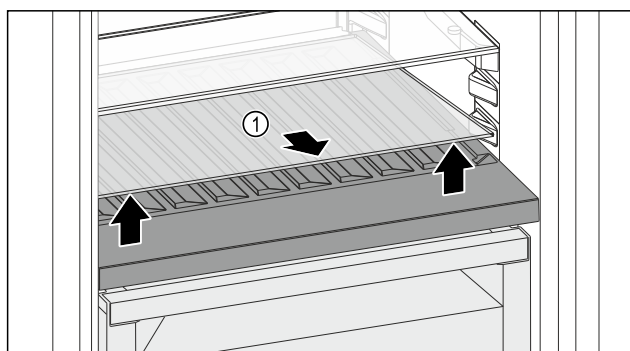

Fig. 96
- Løft glaspladen Fig. 96 (1) i udsparringen foran, og tag den ud.
- Opbevar glaspladen Fig. 96 (1) forsvarligt uden for enheden.